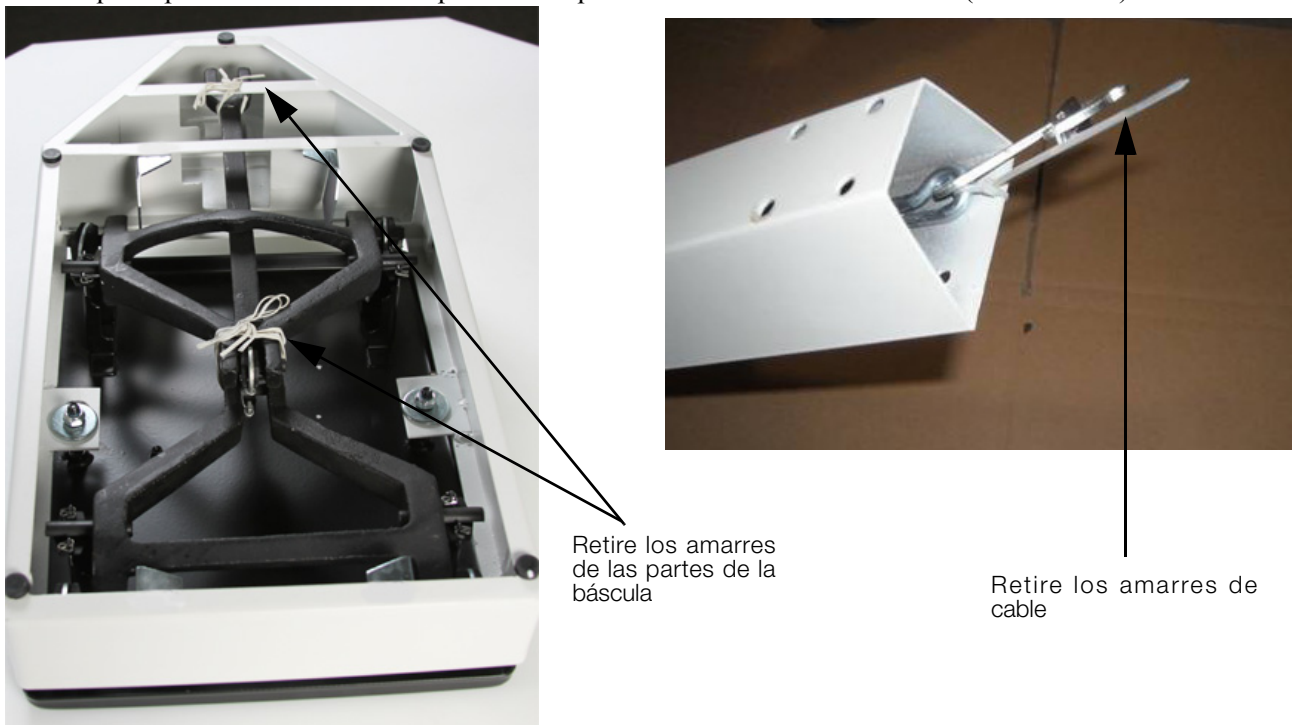

Figura 2-1. Retire los Amarres de la Palanca y de la Plataforma de la Báscula
1. Coloque la base de la báscula sobre una mesa, con la parte inferior hacia arriba (se muestra en la foto izquierda de la Figura 2-1).
2. Retire los amarres de la base que se muestran en la foto izquierda de la Figura 2-1, así como los amarres que soportan la barra romana para evitar que se deslice durante el traslado (foto derecha).